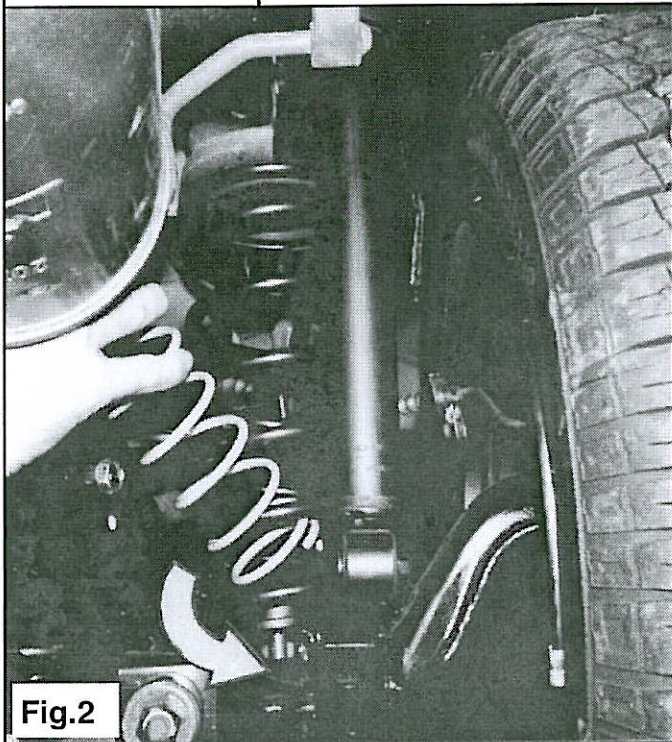

Fig.2
7. Steek de hulpveer C d.m.v. een kantelbeweging in de hoofdveer. (zie fig. 2). Schroef de hulpveer omhoog in de hoofdveer.
7. Put auxiliary-spring C by way of elevation in the mainspring (See fig. 2). Screw the auxiliary-spring up through the windings of the mainspring.
7. Niveaufeder C mit einer Kantelbewegung in den Hauptfeder bringen. (Sehe Bild 2). Schraub den Niveaufeder C zwischen den Windungen des Hauptfeders durch hoch.